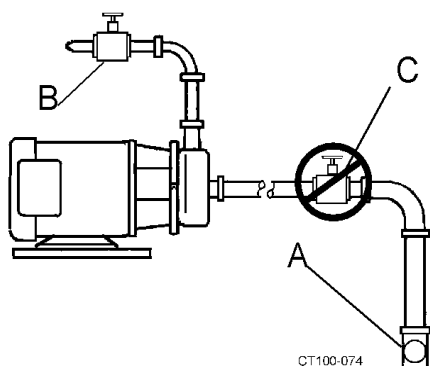

Figura 9 - Installazioni tubazioni valvole
- Questa pompa non è autoadescante. Se la pompa viene installata al di sopra del livello di liquido di alimentazione, installare una valvola di fondo o un'altra valvola di ritegno di sistema per mantenere il sistema inondato per l'adescamento (vedere Figura 9, rif. A).
- Una valvola di strozzamento potrebbe essere necessaria per controllare la portata della pompa ed impedire un sovraccarico del motore. Installare sempre una valvola di strozzamento (vedere Figura 9, rif. B) nella tubazione di scarico e a una distanza di almeno 10 diametri dall'uscita della pompa. Non installare **MAI** una valvola di strozzamento nella tubazione di alimentazione.